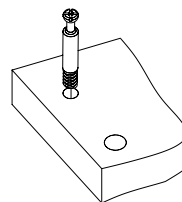
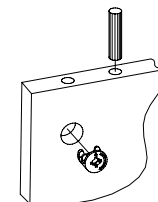
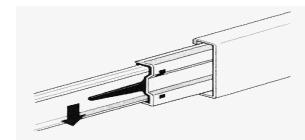

Рис.1
Рис.2
Рис.3
1. Подготовьте детали к сборке. Вкрутите шпильки минификсов в детали 1, 2, 3, 4 и 10 (Рис. 1). Затем вставьте головки минификсов и шканты в детали 1, 2, 3, 5, 6, 7, 8, 11 и 12 (Рис. 2). С помощью шурупов 3,5x16 прикрутите держатели трубы на детали 4 и 5. Рассоедините телескопы как показано на рисунке (Рис. 3). С помощью шурупов 3,5 x16 прикрутите широкие телескопы на детали 3 и 5.